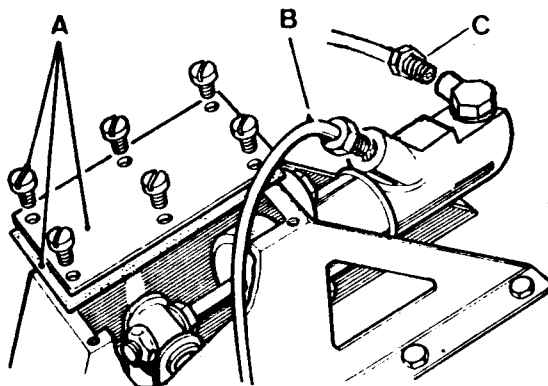
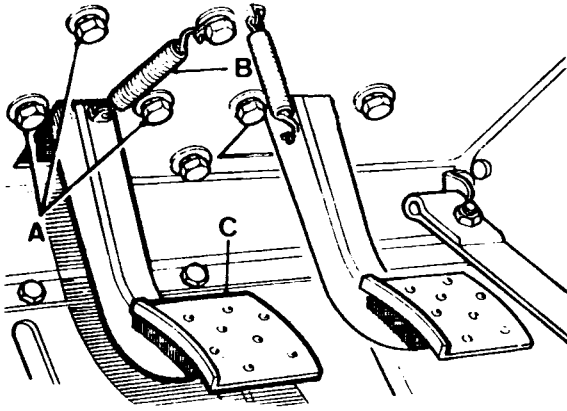
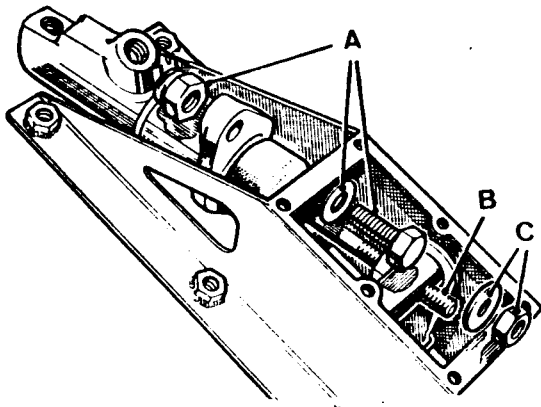

Fig. B-4 Tapa y cilindro principal del embrague
Fig. B-5 Pedal del embrague y piezas de fijación del soporte
Fig. B-6 Piezas de fijación del cilindro al soporte
- 1.1. Con el capó desmontado, se soltarán las tuberías de entrada y salida del líquido en su unión al cilindro principal (Fig. B-4), el muelle de retroceso del pedal (Fig. B-5) y los tornillos que fijan el conjunto del soporte del pedal, con los que podrá retirarse el soporte, el cilindro principal y el pedal.
- 1.2. Después de quitar la tapa (Fig. B-4) y junta, se extraerán los tornillos de fijación del cilindro al soporte (Fig. B-6), la tuerca y la arandela que sujeta a la varilla de empuje del cilindro principal, con lo que éste podrá separarse -- del soporte.